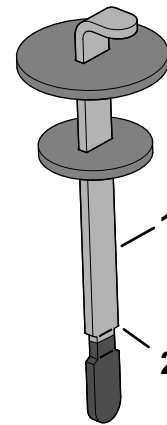

**Figura 169**
4. Togliete l'asta di livello dal collo del bocchettone e pulitela strofinando con un panno pulito. Inserite l'asta di livello nel collo del bocchettone, quindi estraetela e controllate il livello del fluido. Il livello del fluido deve essere pari alla tacca sull'asta di livello (Figura 169).